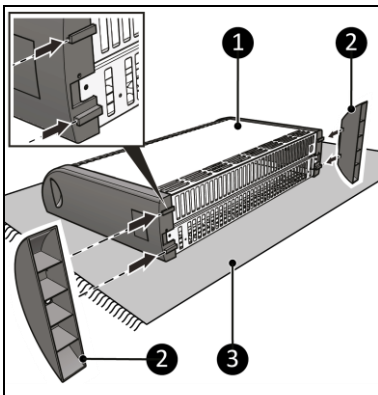

Figure 4
1. Posez l'appareil sur une surface douce et stable (figure 4, pos. 3).
2. Placez les pieds (figure 4, pos. 2) des deux côtés du corps principal (figure 4, pos. 1).